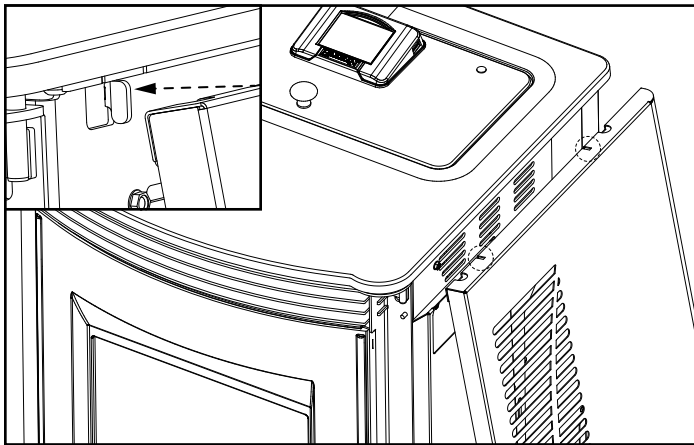

Figure 1
Étape 1 – Installation des panneaux latéraux : Repérez les découpes dans le dessus du panneau qui correspondent aux crochets situés sous le dessus en fonte. Une fois en place, il suffit de placer le bas du panneau de manière à ce qu'il affleure l'appareil. Figure 1.